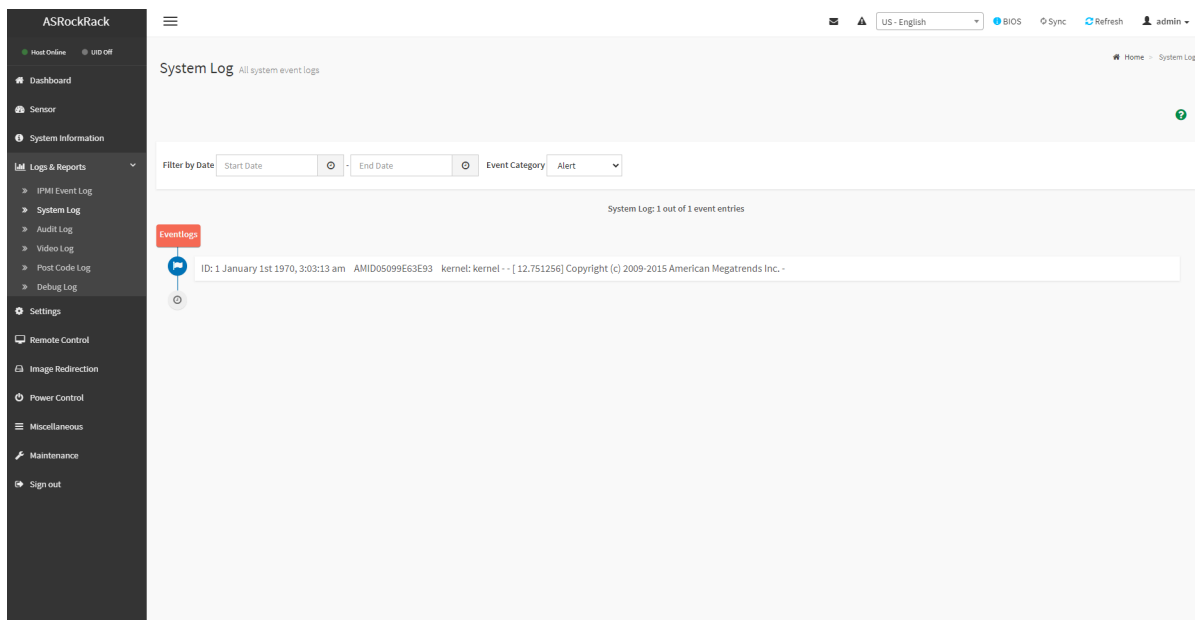

Рис. 107. Окно «System Log»
- 3) Пройдите во вкладку «Logs & Reports» → «System Log» в данной вкладке отображается информация о различных системных событиях произошедших в сервере. В поле «Filter by Date» произведите фильтрацию по дате начала события «Start Date», в поле «End Date» произведите фильтрацию по дате окончания события. В поле «Event Category» произведите фильтрацию по типу произошедшего целевого события для просмотра связанных событий, включая предупреждения, критические события, ошибки, уведомления, предупреждения, отладки, аварийные ситуации и информацию. Окно показано на рис. 107 Окно «System Log»